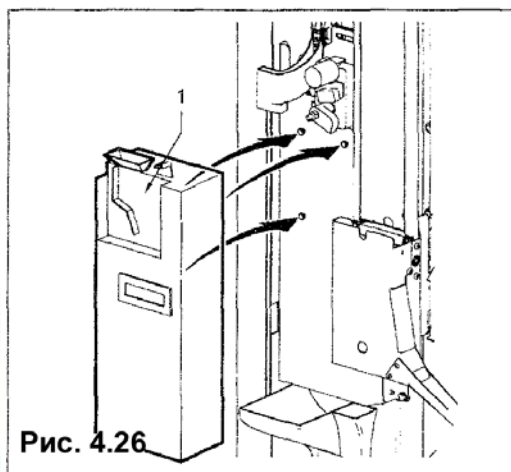

Рис. 4.26
- Подключите систему оплаты (рис. 4.26) к главной плате.